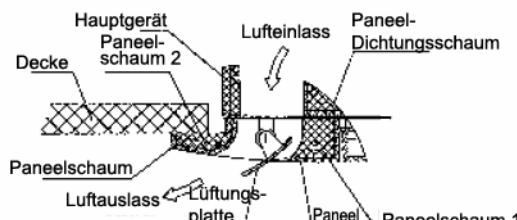

Abb. 12
- Ziehen Sie die Schrauben unter den Paneelhaken so lange weiter an, bis die Schwammdicke zwischen dem Hauptgerät und dem Paneelausgang nur noch 4~6 mm beträgt. Die Paneelkante muss gut mit der Decke abschließen. (Siehe Abb. 12)